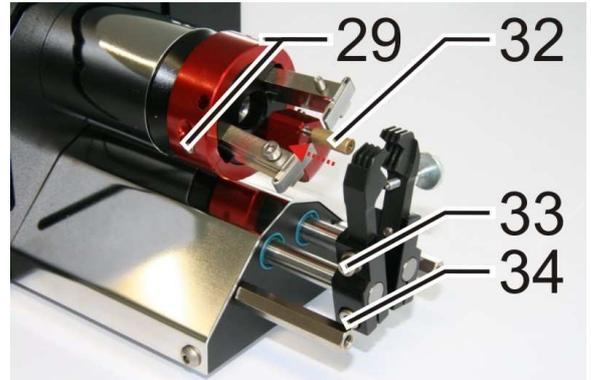

Figure 24. Manchon en laiton de 5,2 mm
- Placez le manchon en laiton (32) de 5,2 mm de diamètre sur le mandrin de centrage du dispositif de centrage (Figure 24).
- Desserrez légèrement les vis de fixation des pinces (33) et les vis des porte-pinces (34) (Figure 24).
- Tirez la tige de traction (35) de l'aimant (36) vers l'arrière.